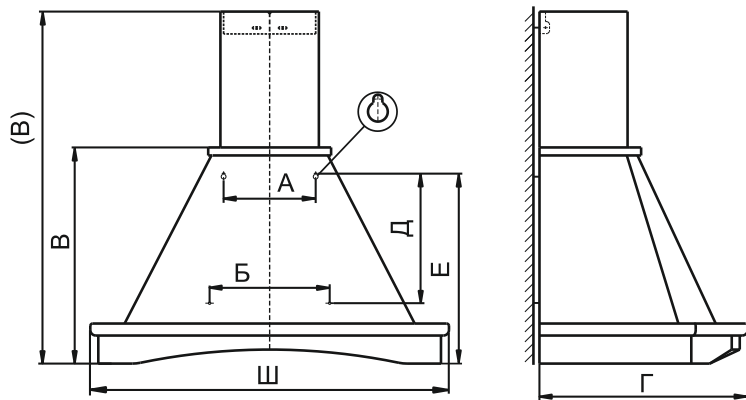

РИС. 2
6.2 Крепление вытяжного зонта: (рис. 2)